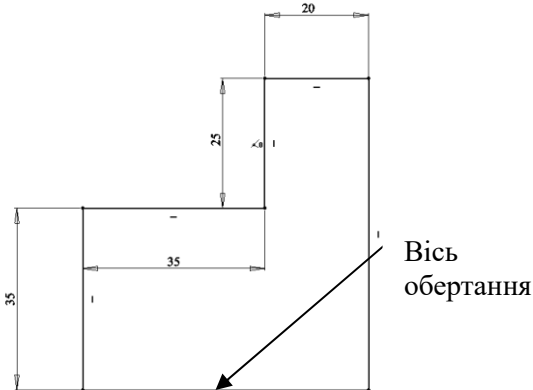

Рисунок 2.4. – Ескіз контуру обертання
- увійти в режим «**Sketch**» та викреслити контур обертання деталі. (Рис. 2.4.);
- вказати вісь обертання. Віссю обертання буде відрізок, що належить побудованому контуру (рис. 2.4.). ОК.